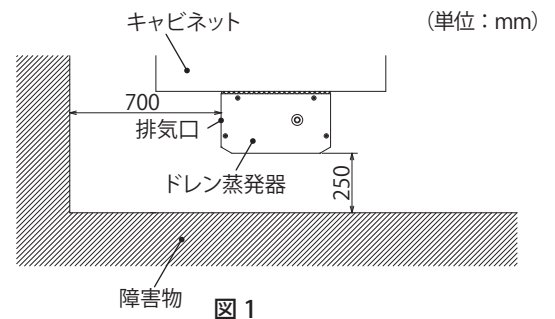

図 1
- 吸気口および排気口の通風を妨げたり塞がないよう、また、排気が直接本製品吸気口に流入しないように取付位置に注意してください。処理能力低下と結露の原因になります。障害物からの距離をカバー面から 250mm 以上、排気口から 700mm 以上離すことをおすすめします。(図 1)